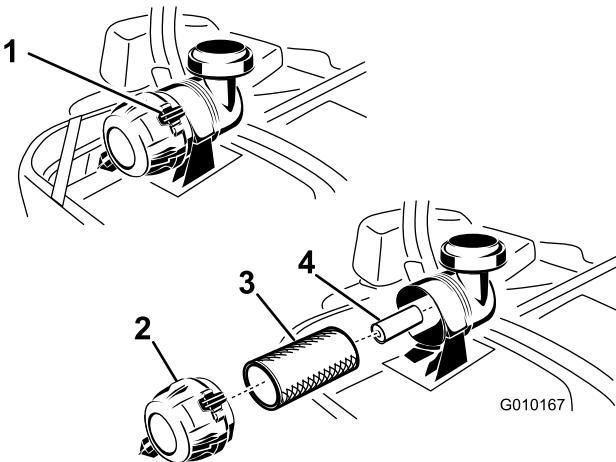

Bild 48
3. Üben Sie Druck aus, um die Riegel am Luftfilter zu lösen, und ziehen Sie die Abdeckung vom Gehäuse ab (Bild 48).
5. Schieben Sie den Hauptfilter vorsichtig aus dem Luftfiltergehäuse heraus (Bild 48). Vermeiden Sie ein Anstoßen des Filters an der Seite des Gehäuses.
1. Reinigen Sie den Papierfilter nicht sondern tauschen Sie ihn aus (Bild 48).
2. Wenn Sie den sekundären Luftfilter austauschen, schieben Sie ihn vorsichtig in das Filtergehäuse ein (Bild 48).
3. Schieben Sie den Hauptfilter vorsichtig auf den sekundären Filter (Bild 48). Stellen Sie sicher, dass dieser einwandfrei einliegt, indem Sie beim Einbauen auf den äußeren Rand des Filters drücken.
4. Setzen Sie die Luftfilterabdeckung auf (Entlüfterdeckel nach unten) und drehen sie so, dass die Riegel in der Abdeckung einrasten (Bild 48).